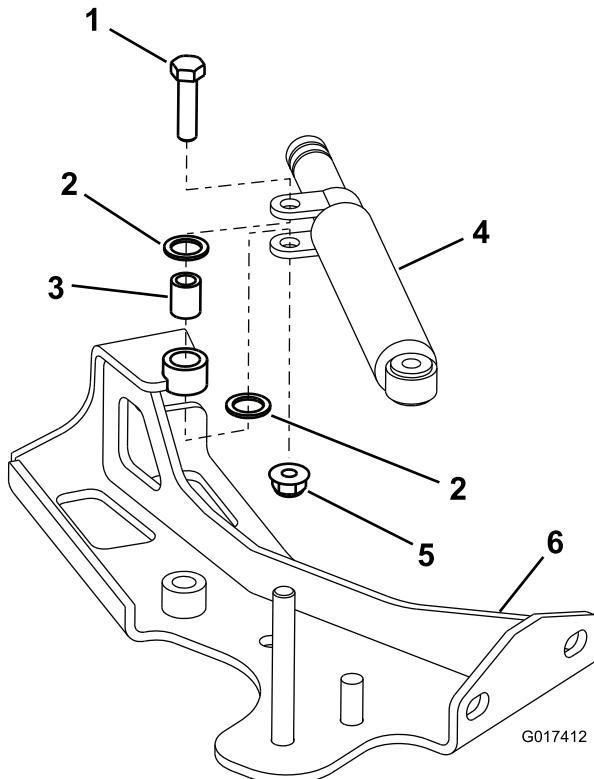
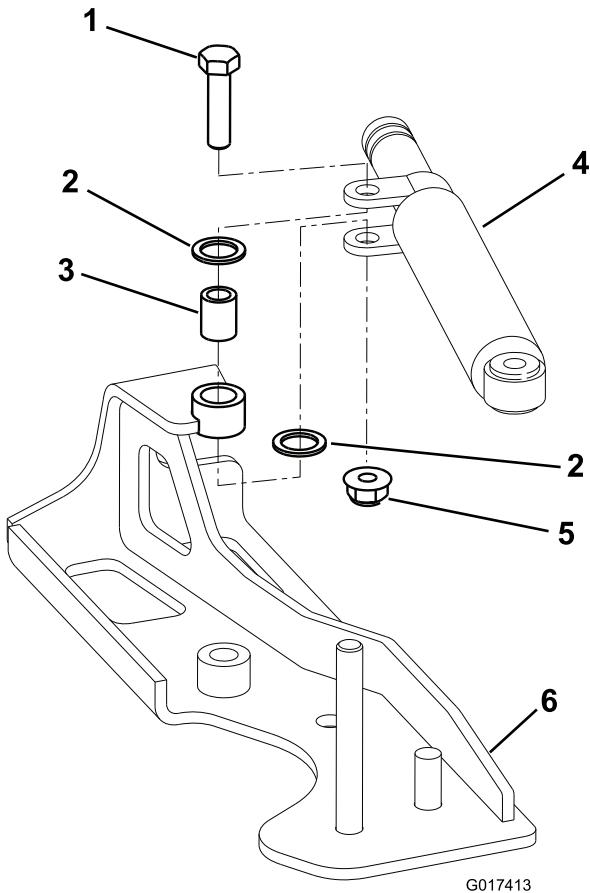

図 1
図 2
注 ピボットブッシュにネバーシーズ（トルパーツ 505-181）を塗布する（図 1または図 2）。
- 新しいケーブルサポートプレートにダンパーを取り付ける（図 1または図 2を参照）。